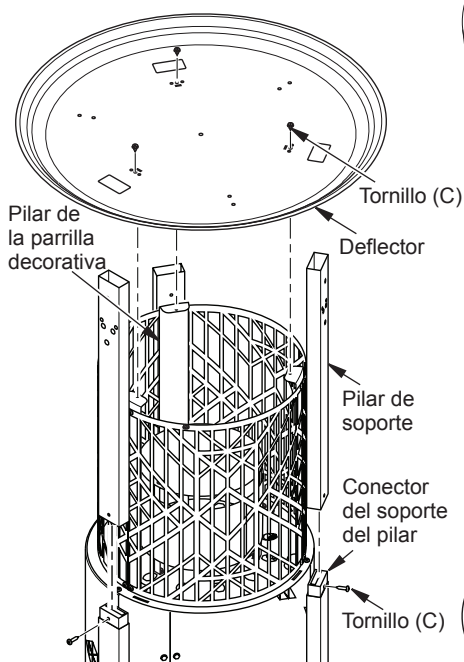

Figura 8 - Ensamble del deflector y el pilar de soporte superior
14. Coloque los tres pilares de soporte superiores sobre los conectores de soporte de los pilares. Asegure cada conjunto con 1 tornillo (C) en cada uno (consulte la figura 8).
15. Coloque deflector sobre los pilares de soporte superiores y los decorativos de la parrilla. Fije el deflector a los pilares con 3 tornillos (C). Consulte la figura 8.